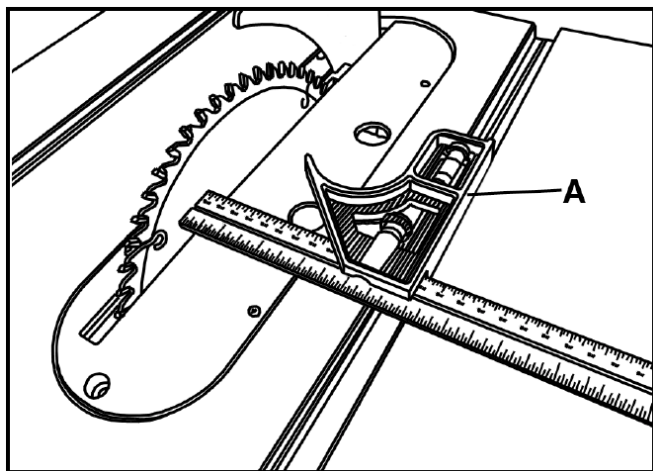

Рис. 25.
1. Т-образный паз должен быть установлен параллельно диску. С помощью комбинированного поверочного угольника (А), рис. 25, измерить расстояние от задней кромки диска до Т-образного пазы стола. Повернуть диск вперёд на 180° и повторно измерить это расстояние точно по той же точке диска. Разница обоих измерений не должна превышать 0,2 мм.